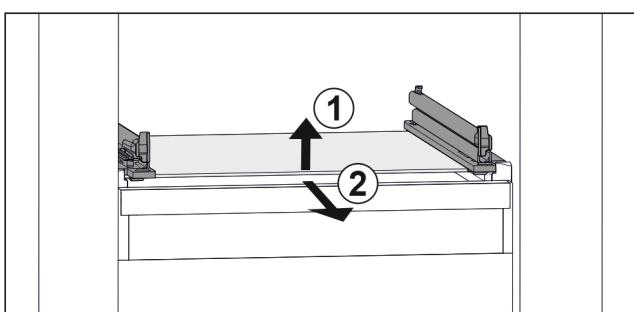

Fig. 52 Приближене відображення скляної пластини
- Підняти скляну пластину спереду. Fig. 52 (1)
- Вийняти скляну пластину рухом вперед. Fig. 52 (2)